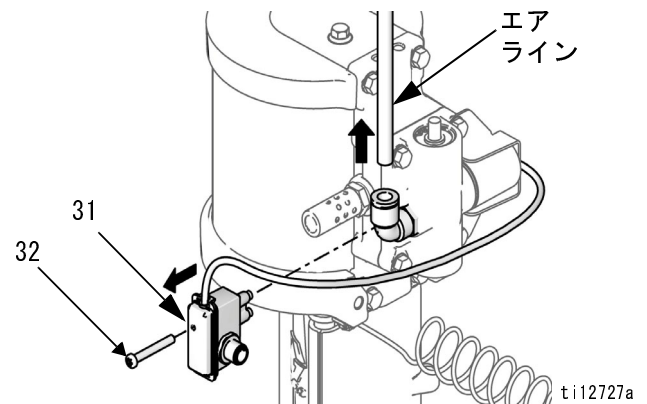

図 3: リードスイッチアセンブリとエアラインの取り外し
1. DataTrak 付きモーターのみ：ネジを取り外して、エアバルブからリードスイッチアセンブリの接続を外します。図 3、9 ページを参照してください。
2. 10 mm ソケットレンチを使って、4 つのネジ (18) を取り外してください。エアバルブ (17) およびガスケット (16\*◆) を取り外します。
4. 4 つのネジ (18) を取り外し、マニホールド (15\*) および 2 つのガスケット (14\*) を取り外します。
5. 10 mm ソケットレンチを使って、上部カバーおよび下部カバーからピロットバルブ (19) を取り外してください。
8. シリンダの周りからシールド (12) を取り外します。シリンダ (11) を取り外します。
10. ピストンアセンブリ (5) を真っすぐ上にスライドさせてカバー下部から外します。